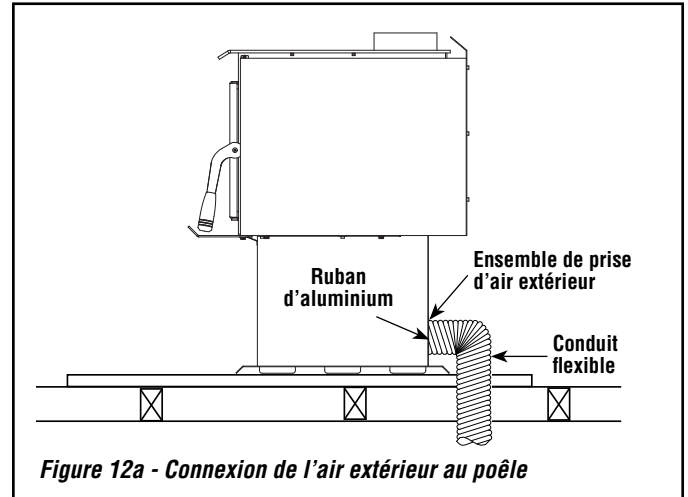

Figure 12a - Connexion de l'air extérieur au poêle
- Fixer la gaine sur la prise du poêle (voir **figures 12a et 12b**). En vous servant du ruban d'aluminium (inclus), enrroulez le ruban autour du joint entre le conduit flexible et les entrées d'air.